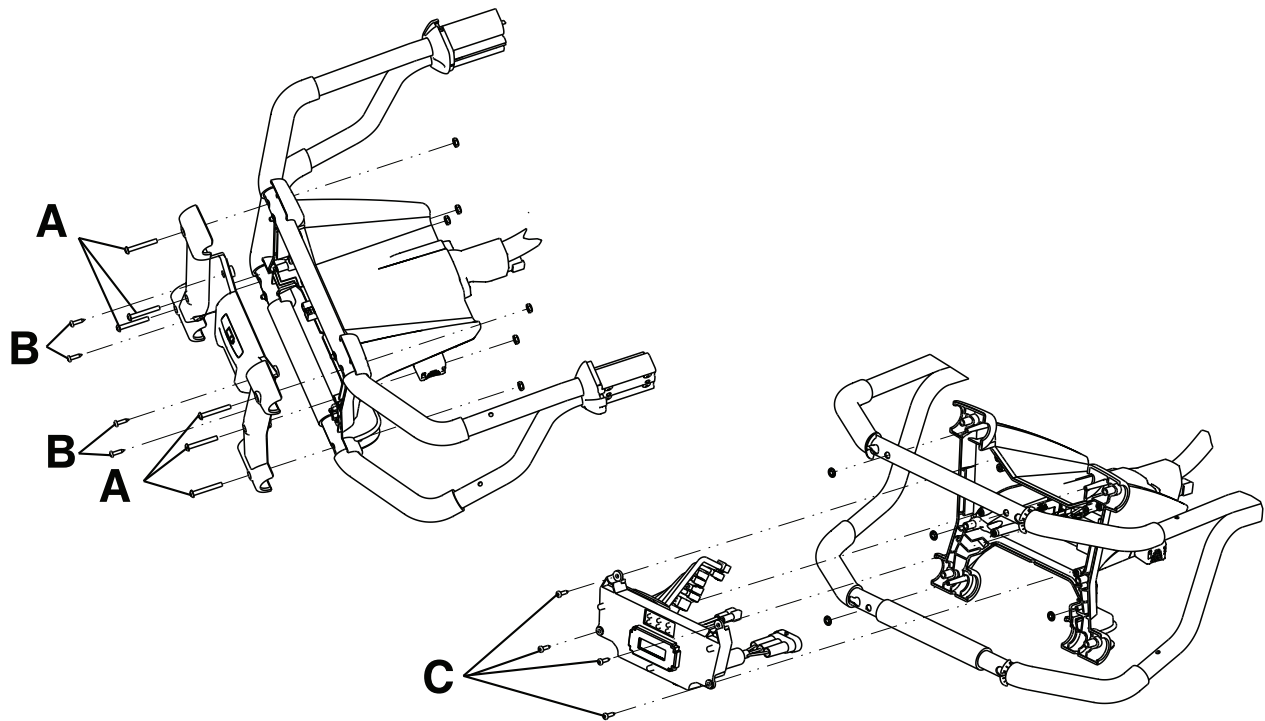

Figure 15 – Remplacement du bloc terminal
3. À l'aide d'une clé Torx T25, retirer les six vis d'assemblage à tête ronde externes (A) de la façade (Figure 15). Conserver les vis.
4. À l'aide d'une clé Torx T20, retirer les quatre vis delta internes (B) de la façade pour la retirer (Figure 15). Conserver les vis et la façade.
5. À l'aide d'une clé Torx T20, retirer les quatre vis delta (C) qui fixent l'ensemble électronique à l'enceinte du côté pieds et retirer l'ensemble électronique (Figure 15). Conserver toutes les pièces.